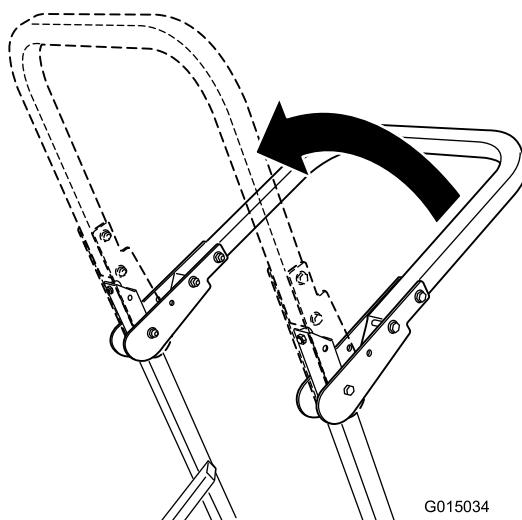

Figura 10
2. Eleve la barra anti-vuelco a la posición vertical (Figura 10).
3. Instale los pasadores de bloqueo. Sujete los pasadores con las chavetas (Figura 10).
4. Para bajar la barra anti-vuelco, retire la chaveta y el pasador de bloqueo (Figura 10).